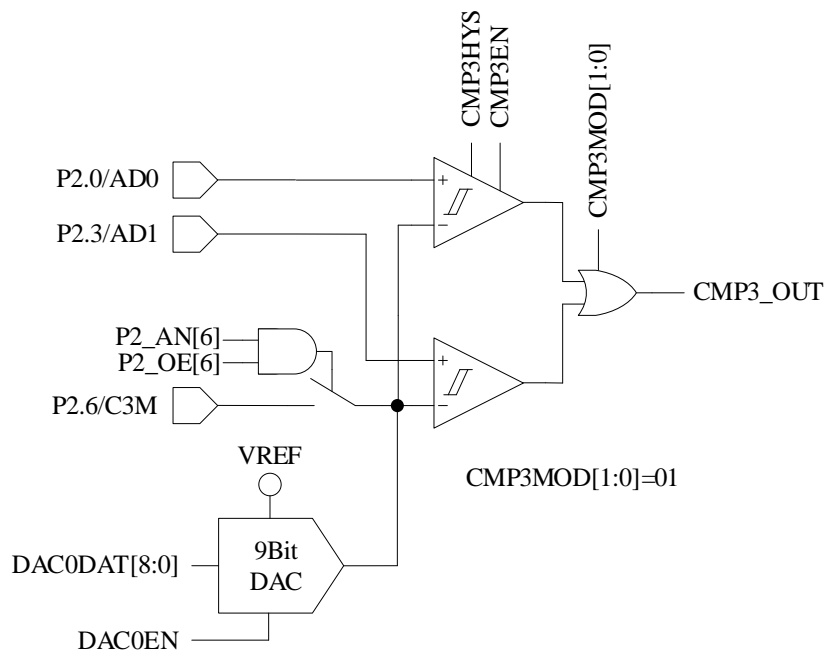

图 31-3 双比较器输入模式
- 配置 CMP_CR1[CMP3MOD] = 01，CMP3 为双比较器输入模式，具体输入输出端口及接法如图 31-3 所示